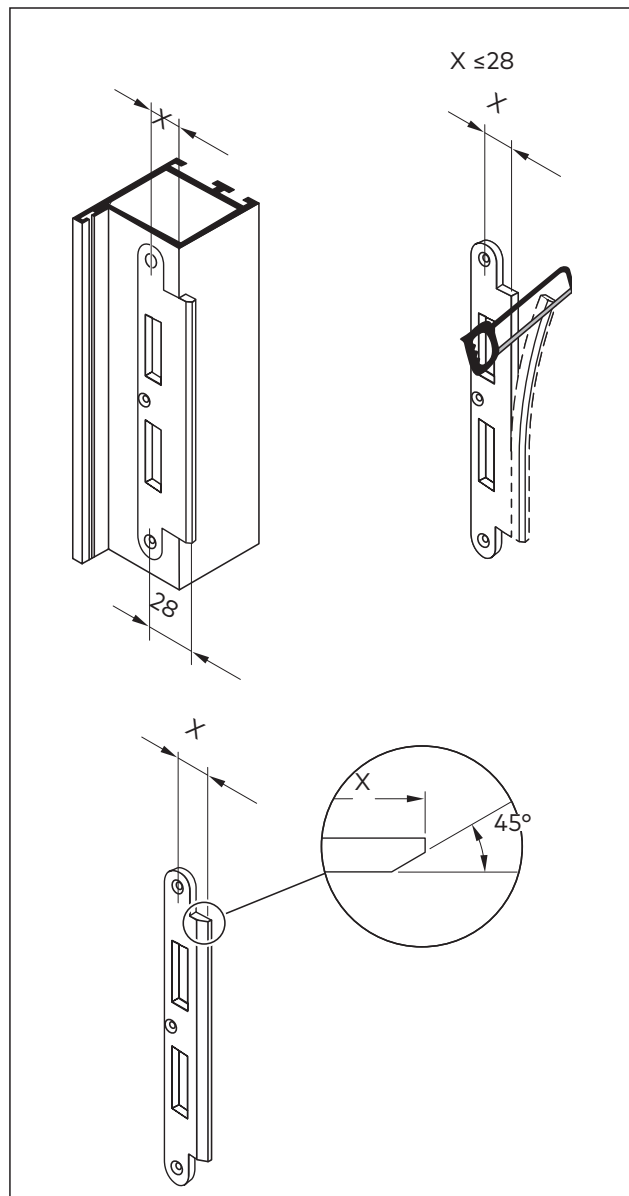

Abb. 19 Abmaße der Anpassungen
5. Das Schließblech anpassen (Abb. 19).